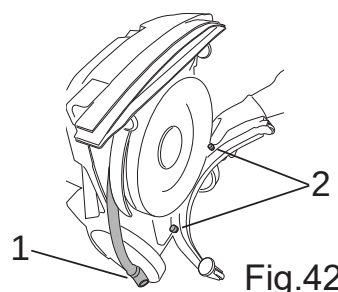

Fig.42
- Desenganche el tubo de aspiración del secador de suelo (Fig. 42-Ref. 1).
- Desenrosque los volantes (Fig. 42-Ref. 2).